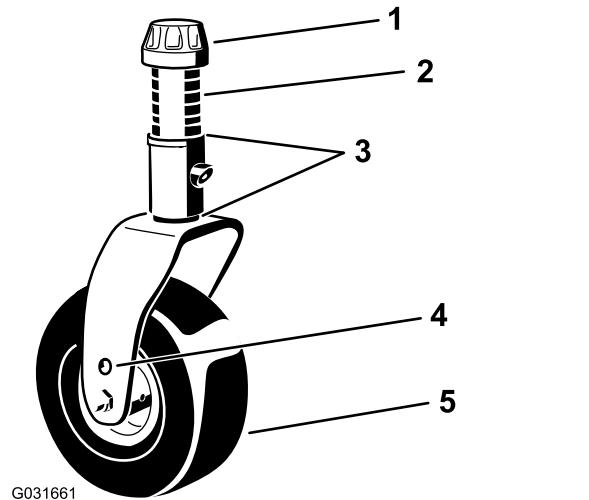
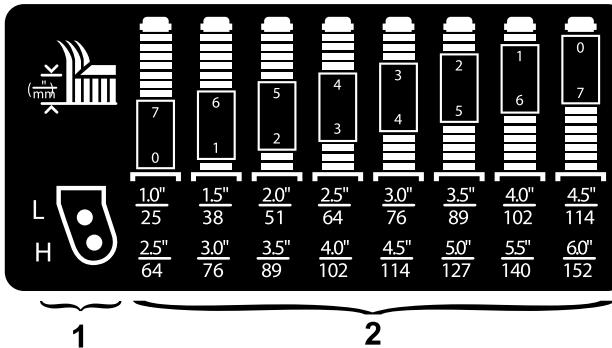

Figure 8
Figure 9
Placez les axes des roues pivotantes dans les mêmes trous sur les deux fourches. Pour choisir les trous correspondant au réglage, reportez-vous à la Figure 8 et à la Figure 9.
1. Enlevez le chapeau de tension de l'axe de pivot (Figure 8) et sortez l'axe du bras pivotant. Replacez les 2 cales sur l'axe de pivot comme à l'origine. Elles sont requises pour que les tabliers de coupe soient parfaitement de niveau sur toute la largeur.
2. Insérez le nombre correct d'entretoises sur l'axe de pivot pour obtenir la hauteur de coupe voulue (Figure 8).
Reportez-vous à la Figure 9 pour déterminer les combinaisons d'entretoises requises pour la hauteur de coupe souhaitée.